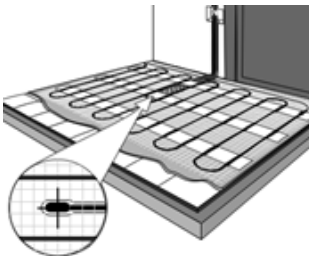

Рис.5
9. Уложите нагревательный мат или разложите секцию. Проследите, чтобы место расположения датчика температуры оказалось на равном расстоянии между витками нагревательного кабеля (рис. 5).